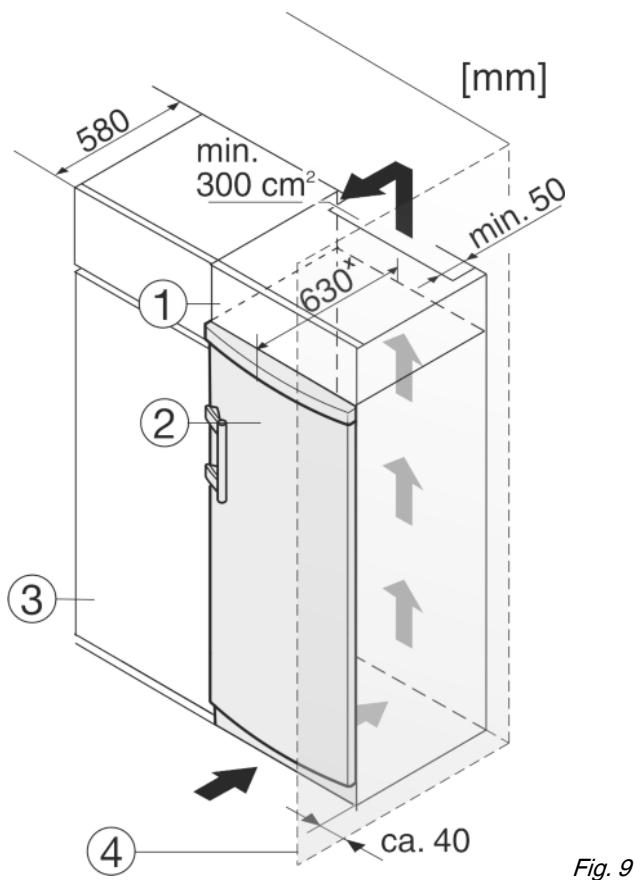

Fig. 9
Устройство может быть окружено предметами кухонной обстановки. Чтобы уравнять устройство Fig. 9 (2) по высоте с кухонной стенкой, можно установить над устройством соответствующий дополнительный шкафчик Fig. 9 (1).
При комбинировании с кухонными шкафами (глубина макс. 580 мм) устройство можно установить непосредственно рядом с кухонным шкафом Fig. 9 (3). Устройство выступает сбоку на 34 ммx и по центру на 50 ммx относительно передней стенки кухонного шкафа.
Если устройство установлено на шарнирах у стены Fig. 9 (4), то расстояние между устройством и стеной должно быть не менее 40 мм. Настолько выступает ручка при открытой дверце.